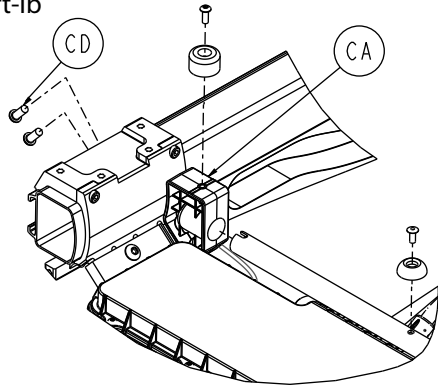

Figure 98 – Retirer le boîtier du pare-chocs du relève-jambes
7. À l'aide d'une clé Torx T27, retirer les deux vis d'assemblage à tête ronde (CD) qui fixent le boîtier du pare-chocs du relèvement-jambes (CA) au support de fixation (Figure 98). Retirer et conserver le boîtier de pare-chocs du relèvement-jambes. Conserver les vis. Répéter pour l'autre côté.